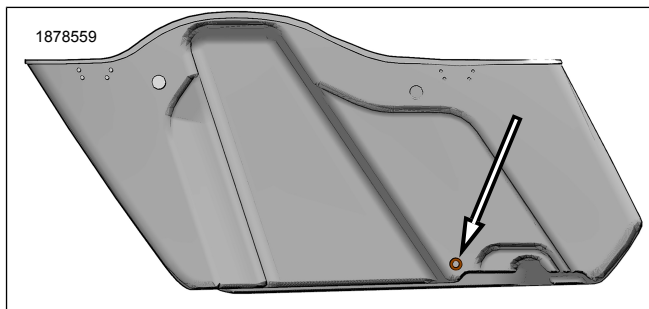

Figura 4. Locul de perforare a orificiului în partea inferioară a desăgii
2. A se vedea figura 4. Perforare orificiul inferior pe desăgă pentru trecerea firului.